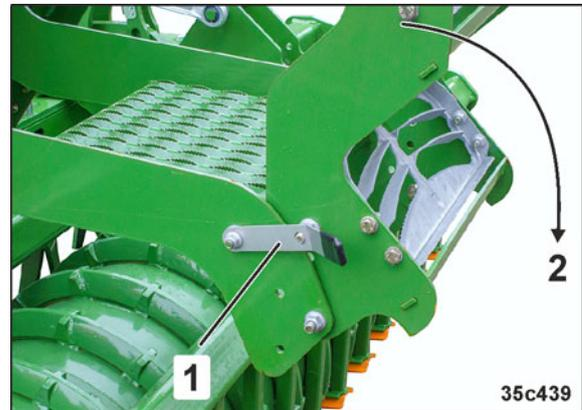

Fig. 139
2. Den Aufstieg entriegeln (Fig. 139/1) und herunterschwenken (Fig. 139/2). Nutzen Sie die Treppenstufe als Griffteil.